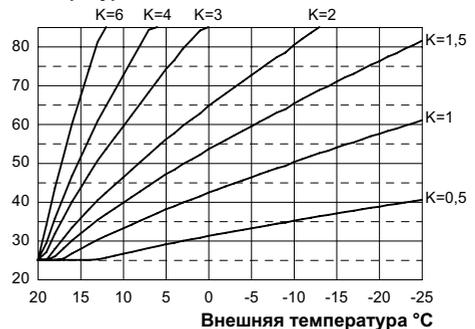
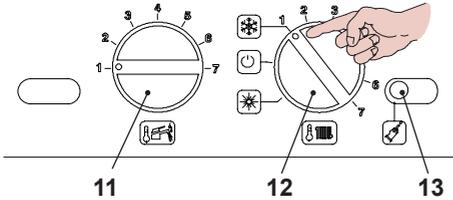

Рис. 5.34
Рис. 5.35
При подключении внешнего датчика с целью оптимизации температуры на нагнетании, данный параметр необходимо настроить с учетом производительности системы (Рис. 5.34).
равна -5°C , необходимо установить коэффициент K на 1,5 (пунктирная линия, см. Рис. 5.34).
- Установите регуляторы 11 и 12, как показано на рисунке, см. Рис. 5.35.
- Для настройки коэффициента K , определенного Рис. 5.34, войдите в режим программирования, нажав и удерживая в течение 15 секунд кнопку перезапуска 13, см. Рис. 5.35 до появления параметра **P01** на ЖК-дисплее; на ЖК-дисплее последовательно отобразятся следующие символы (параметр **P01** будет загораться поочередно с ---).
- Нажмите кнопку перезапуска 13, см. Рис. 5.35, и пролистайте параметры до **P15**, предназначенного для настройки коэффициента K . На ЖК-дисплее последовательно отобразятся следующие символы (параметр **P15** будет загораться поочередно с 00).
до максимального 255, в зависимости от кривой коэффициента K , см. Рис. 5.34.